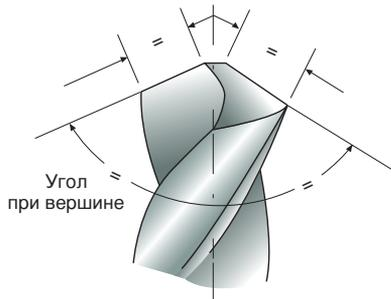

Рис. 8
**(2) Переточка**
- 1 Заточить сверло, сформировав необходимый угол при вершине согласно условиям применения сверла (см. Рисунок 8)
- 2 Убедиться, что обе режущие кромки заточены под одинаковым углом. Если угол при вершине составляет  $130^\circ$ , то каждая режущая кромка должна быть расположена под углом  $65^\circ$  к оси. Вершина сверла должна располагаться по центру, т. е. режущие кромки, идущие от вершины, должны иметь равную длину (см. Рисунок 8)